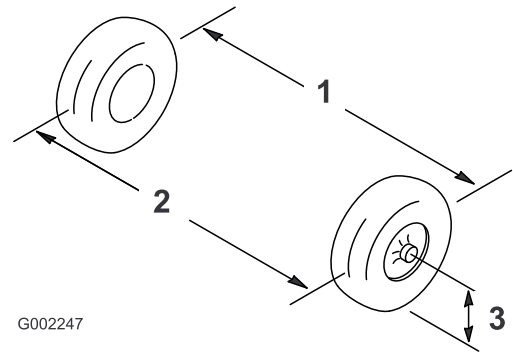

Bild 52
2. Messen Sie den Abstand zwischen beiden Vorderreifen auf Achshöhe (an der Vorder- und Rückseite der Vorderreifen) (Bild 52).